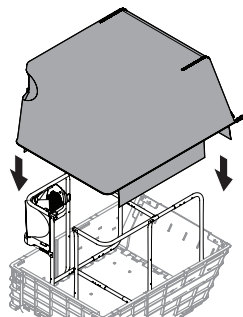

Figura 13
- Coloque la cubierta de malla (764-05215) sobre el montaje de la estructura, alineando la ventilación de la bolsa y la abertura de la cubierta de malla. Consulte la Figura 13.